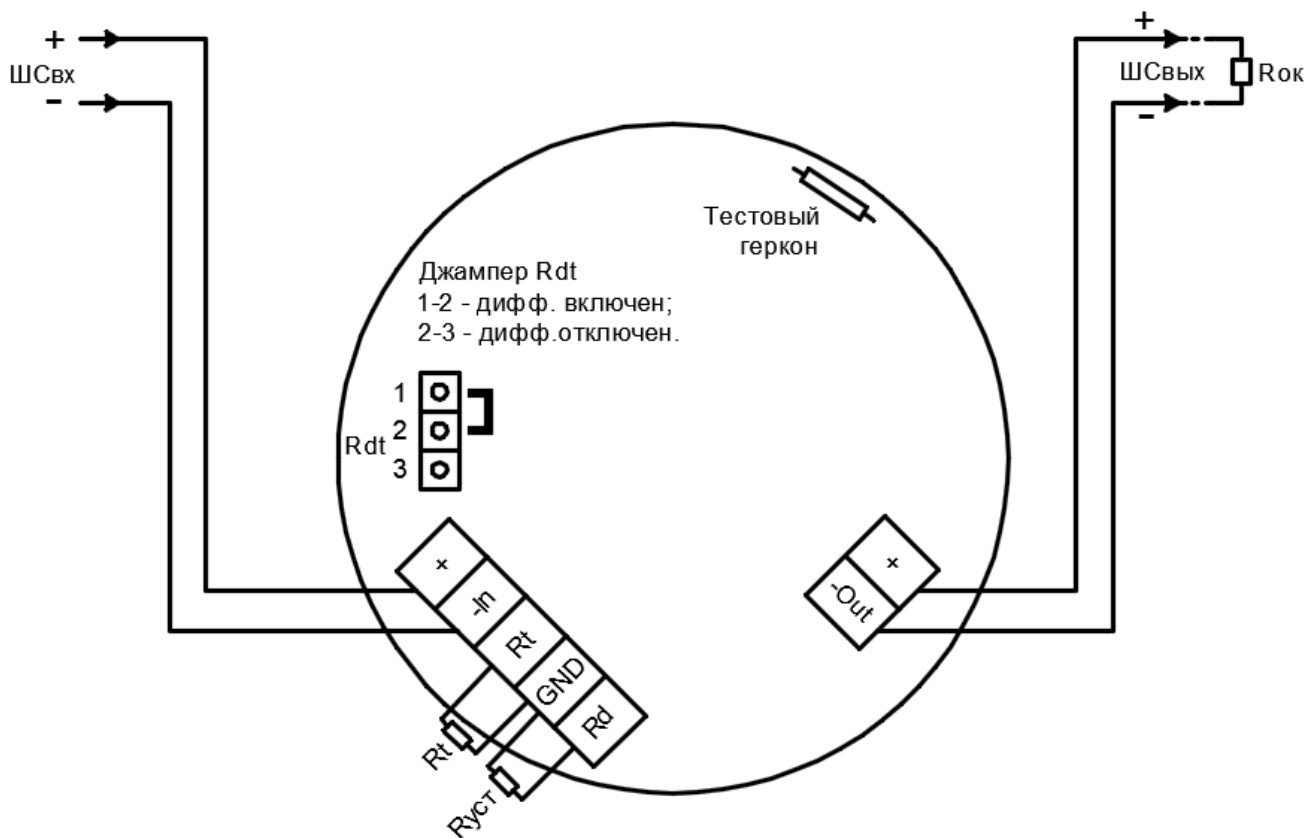

Рисунок 5 – Схема подключения
Все внешние провода подводятся к извещателю через внутреннее клеммное отделение, являющееся составной частью извещателя. Используются нажимные клеммы Wago для проводов сечением от 0,08 мм² до 2,5 мм². Подключение извещателя осуществляется по 2-х проводной линии связи в соответствии с рис. 5 настоящего РЭ.
- осуществить монтаж соединительного кабеля в кабельном вводе и соединить проводники в соответствии со схемой подключения к ППК, рис. 5.